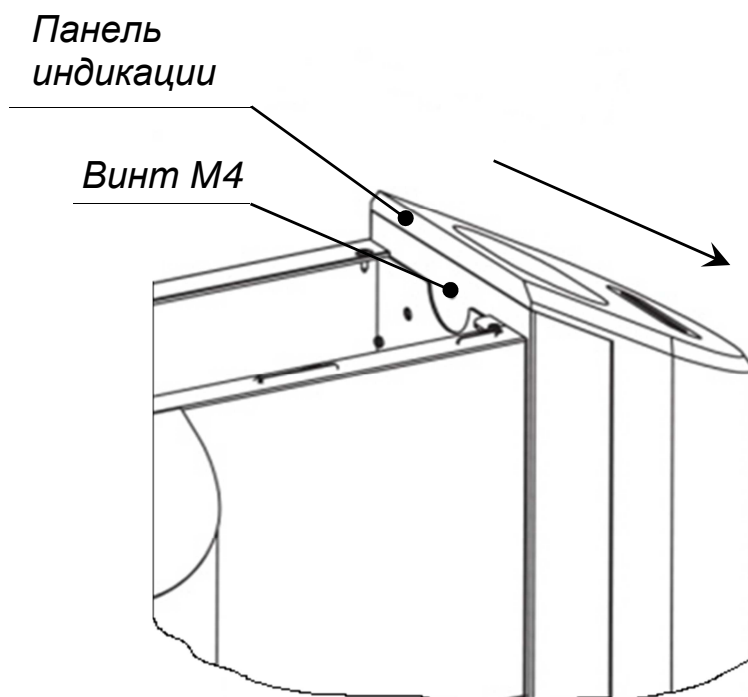

Рис. 14.
6.5.1. Откройте верхнюю крышку турникета (1, рис. 6) и открутите винт М4 на задней стенке картоприемника (рис. 14).
6.5.2. Сдвиньте панель индикации картоприемника до упора в направлении, указанном на рис. 14. Аккуратно поднимите панель.